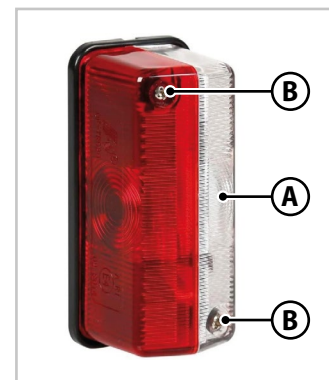

Abb.7.3 - Seitenmarkierungsleuchten
2. Entfernen Sie die weiß-rote Abdeckung (A - Abb.7.3), indem Sie die Befestigungsschrauben (B - Abb.7.3) ausdrehen.
5. Bringen Sie die weiß-rote Abdeckung (A - Abb.7.3) mit den zuvor entfernten Befestigungsschrauben (B - Abb.7.3) wieder an.